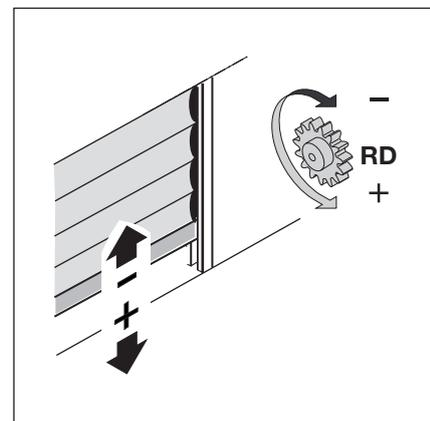

Abb. 6-19: Rändelschraube für die Endlage *Tor-Zu*
1. Im Totmannbetrieb *Tor-Auf/Tor-Zu* fahren und die rote Rändelschraube (RD) in + oder - Richtung drehen, bis der Antrieb abschaltet und damit die Endlage *Tor-Zu* festlegt (siehe Abb. 6-19).